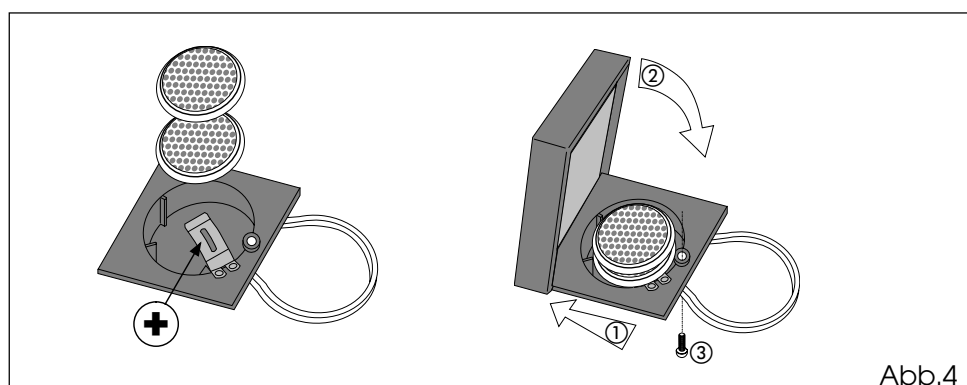

Abb.4
- Die beiden Lithium-Batterien mit jeweils 3V Mod. CR2032 austauschen. Die neuen Batterien polaritätsrichtig in das Batteriefach einlegen, wie in Abb. 4 dargestellt.
- Das Gestell ins Gehäuse stecken (Bezug 1 Abb. 4), bevor dieses wieder geschlossen wird (Bezug 2 Abb. 4). Nachfolgend mit der entsprechenden Schraube befestigen (Bezug 3 Abb. 4).